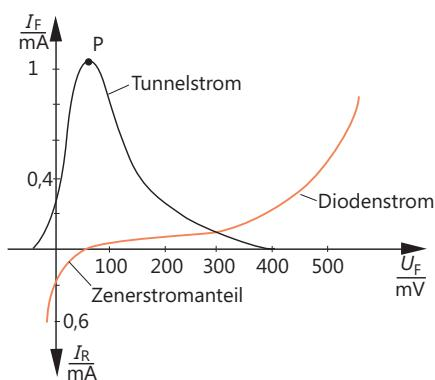

Bild 6.20 Verlauf von Tunnelstrom und Diodenstrom in Abhängigkeit von der angelegten Spannung
Wird an die Tunneldiode in Durchlassrichtung eine kleine Spannung von etwa 10 mV angelegt, so fließt bereits ein Strom, obwohl die Sperrsicht noch nicht abgebaut ist. Die Sperrsicht wird von den Elektronen «durchtunnelt». Dieser Tunnelstrom steigt bis auf einen Höchstwert (P) und fällt dann gegen null ab. Der Verlauf des Tunnelstromes ist in Bild 6.20 schwarz dargestellt. Die Durchtunnelung erfolgt fast mit Lichtgeschwindigkeit.
Dem Tunnelstrom überlagert sich der normale Diodenstrom, dessen Verlauf in Bild 6.20 rot eingezeichnet ist.